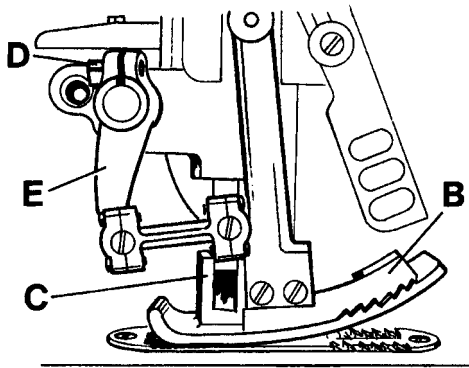
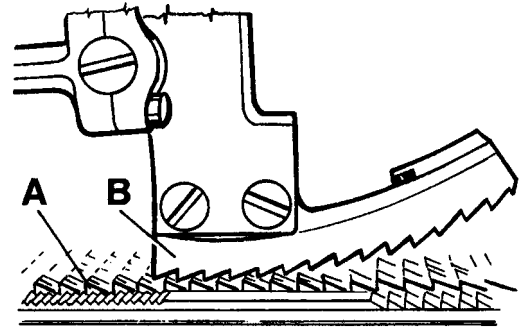

Fig. 17
Fig. 18
Assemble the upper feed dog (B, Fig. 17). The upper feed dog should not push against the front or rear end when moving in the slots of presser foot (C). Simultaneously the upper feed dog (B, Fig. 18) should be positioned so that the tips of its teeth engage with the tooth spaces of the lower feed dog (A), without contacting it. When the lower feed dog (A) is in its highest and the upper feed dog (B) in its lowest point of travel, there must be a small gap between both feed dogs. The feed travel of the upper and the lower feed dog should be synchronous.
For setting the upper feed dog with respect to the slot ends in the presser foot and the tooth spaces of the lower feed dog, loosen screw (D, Fig. 17) and turn drive lever (E) accordingly to the front or rear. Retighten screw (D).
Montieren Sie den Obertransporteur (B, Fig. 17). Der Obertransporteur darf bei seiner Bewegung in den Schlitzen im Drückerfuß (C) weder vorne noch hinten anstoßen. Gleichzeitig muß der Obertransporteur (B, Fig. 18) so positioniert sein, daß die Spitzen seiner Zähne in die Zahn-lücken des unteren Transporteurs (A) eingreifen, ohne diesen zu berühren. Wenn der untere Transporteur (A) in der höchsten und der Obertransporteur (B) in der untersten Stellung seiner Bewegung ist, muß zwischen beiden Transporteuren ein Luftspalt sein. Der Transportweg von oberem und unterem Transporteur soll gleich (synchron) sein.
Zum Einstellen des Obertransporteurs im Bezug zu den Schlitzenden im Drückerfuß und zu den Zahn-lücken des unteren Transporteurs lösen Sie die Schraube (D, Fig. 17) und schwenken den Antriebshebel (E) entsprechend nach vorne oder hinten. Ziehen Sie Schraube (D) wieder an.
The motion should be set so that the rear four teeth of the upper feed dog (B, Fig. 17) remain approx. 1/3 of their height in the presser foot slots when lifting.
Die Bewegung muß so eingestellt sein, daß die hinteren vier Zähne des Obertransporteurs (B, Fig. 17) beim Abheben noch mit etwa 1/3 ihrer Höhe in den Drückfußschlitzen sind.